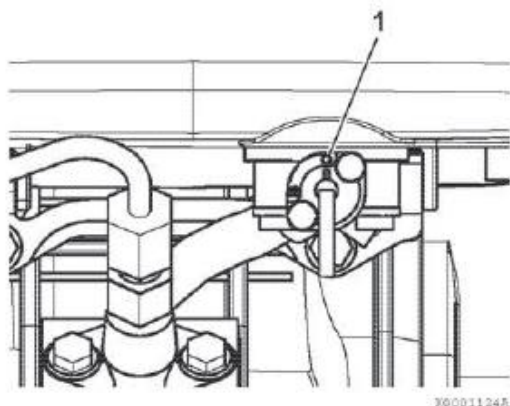

Рисунок 1
2. Следует убедиться в том, что топливный кран установлен в положение включения (позиция 1, Рисунок 1).